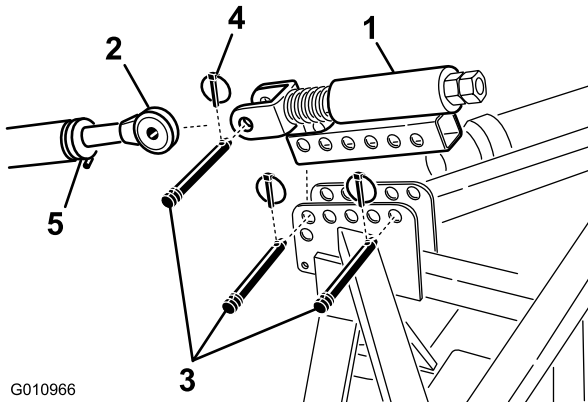

Bild 10
1. Befestigen Sie den hydraulischen Oberlenker mit den zwei Steckstiften und Klappsteckern an der Aerifizierhalterung (Bild 10)
2. Lösen Sie die Sicherungsmutter am Traktoroberlenker. Stellen Sie die Länge des Oberlenkers ein, bis er mit der Gabel am gefederten Oberlenker des Aerifizierers ausgefluchtet ist (Bild 10).
3. Befestigen Sie den Traktoroberlenker an der Lastöse am hydraulischen Oberlenker und befestigen Sie ihn mit einem Steckstift und einem Klappstecker (Bild 10).
6. Drehen Sie den Oberlenker, bis die Feder ungefähr 13 mm komprimiert ist (Bild 10).